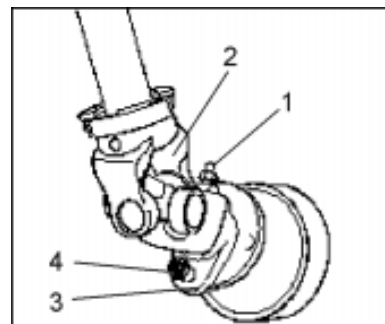

Fig. 8
- Smeernippel (Fig. 8/1) verwijderen en koppelingsas (Fig. 8/2) opsteken.
- Aansluitgaffel (Fig. 8/3) met breekbout (Fig. 8/4) bevestigen.
- Smeernippel (Fig. 8/1) indraaien.